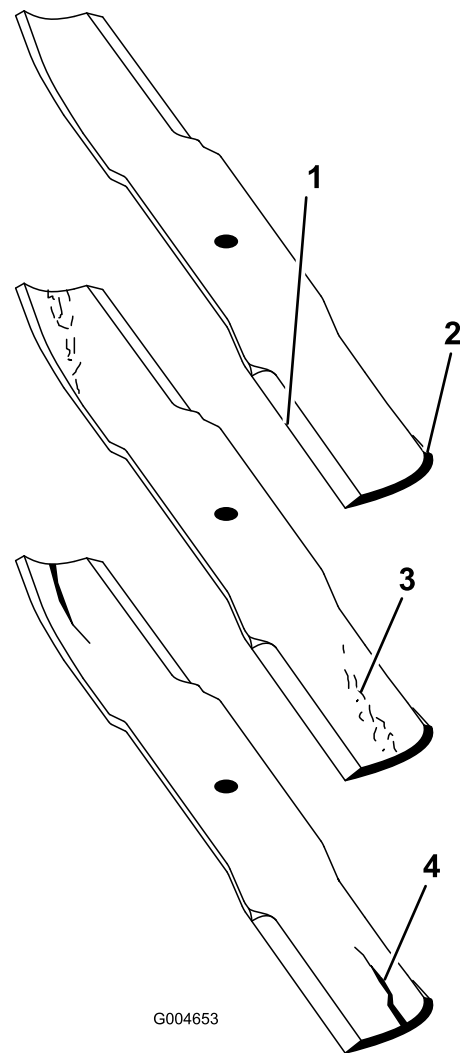

Bild 99
2. Prüfen Sie die Schnittkanten des Messers sorgfältig, insbesondere dort, wo die geraden Flächen die gebogenen berühren (Bild 99).
Hinweis: Da Sand und anderes reibendes Material das Metall abschleifen kann, das die flachen mit den gebogenen Teilen verbindet, müssen Sie das Messer vor jedem Einsatz des Rasenmähers prüfen. Wenn Sie Abnutzungen feststellen (Bild 99), sollten Sie das Messer auswechseln.